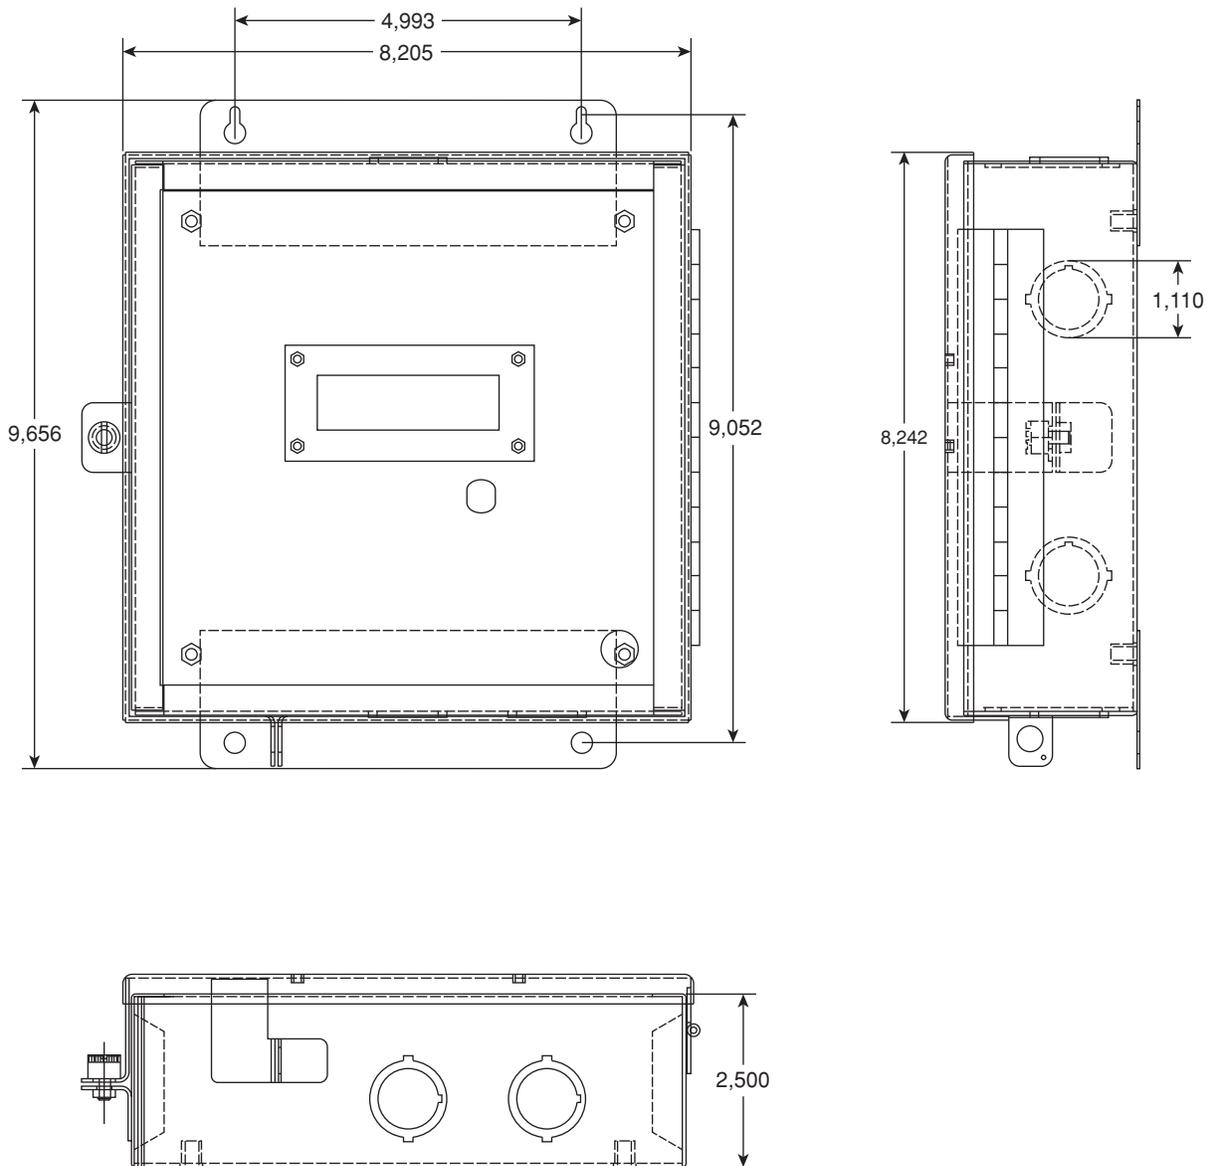

Figure 3 : Dimensions des boîtiers en acier pour l'intérieur des compteurs de série 3300/3500 (en pouces)
1. Poser le boîtier sur la surface choisie en insérant des vis appropriées dans les trous de fixation. Ces trous sont situés sur les parties supérieure et inférieure de chaque boîtier. Se reporter aux figures 3 et 4 pour connaître l'aire d'installation requise.